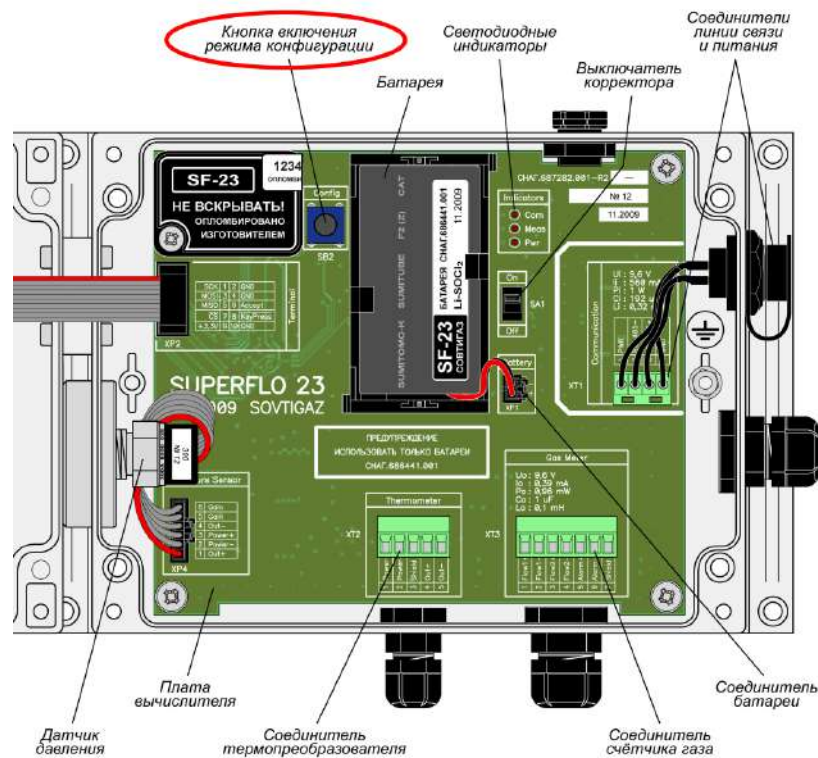

Рисунок 2.30
2.16.5.1 Для активирования режима конфигурации необходимо открыть крышку прибора и, получив доступ к плате корректора (рисунок 2.30), удерживать нажатой в течение 5 секунд кнопку SB2 («Config»). Переход в режим конфигурации сопровождается сообщением «COnFIG».